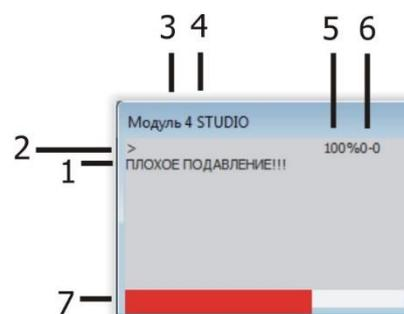

Рис. 4
- выбор вариантов индикации тревоги в виде красного прямоугольника (Рис. 4 поз. 7).
- Включение/выключение индикации обмена данными (Рис.4 поз.2)